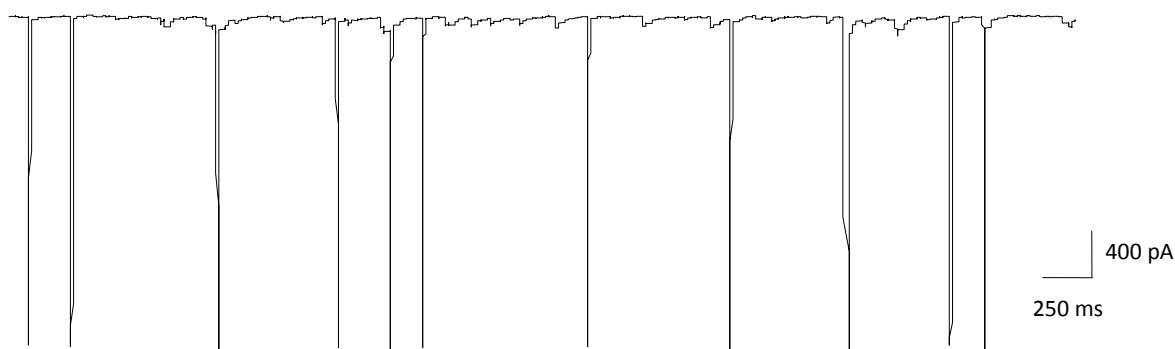

图 38. 突触自发兴奋性活动：mEPSC、sEPSC 和 sAC
(3) 自发动作电流 (Spontaneous action current, sAC)：当由突触前膜自发动作电位诱发的 Glu 量子释放达到较大数量时，突触后膜在产生的 sEPSC 基础上就引发了 sAC (图 38)，它可被 TTX 完全抑制。